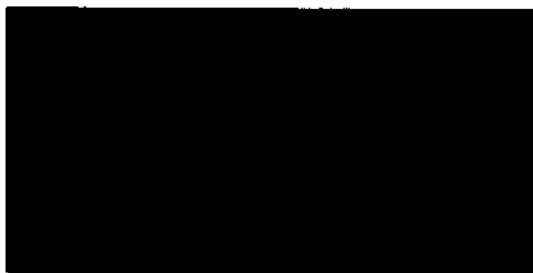

Рисунок 32. Настройки сети
1. Перейдите к пиктограмме **СЕТЬ (NETWORK)** на экране **МЕНЮ КОНФИГУРАЦИИ СИСТЕМЫ**. Нажмите **Выбрать (Select)** для открытия экрана **НАСТРОЙКИ СЕТИ (NETWORK SETTINGS)** (рисунок 32).